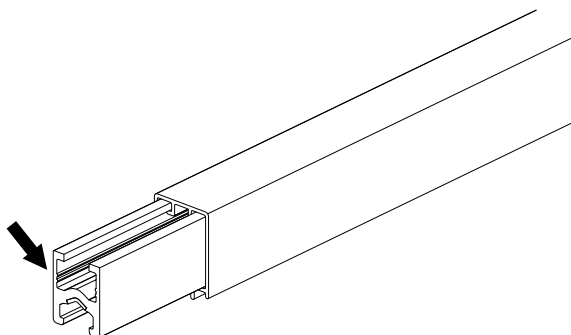

Abb. 39: Schleifleitungsende muss entgratet sein
- Schleifleitungsende muss frei von Graten sein. Ggf. muss entgratet werden (siehe Abb. 9 und Abb. 39).